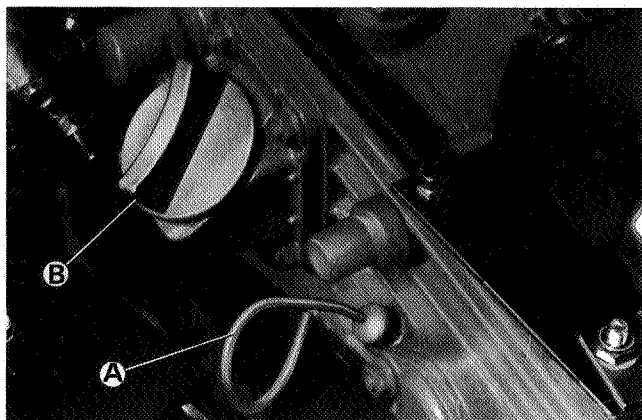

Fig.17
2. Engine sump has been filled with the correct lubricating oil. (Refer to engine specification.) Check level with dipstick (A Fig. 17).
2. Der Motorsumpf mit korrektem Schmieröl gefüllt ist (siehe Technische Daten - Motor). Ölstand mit Ölmeßstab kontrollieren (A Fig. 17).
2. Le carter moteur a son niveau d'huile correct (voir spécifications du moteur). Vérifier le niveau à l'aide de la jauge (A, Fig. 17).